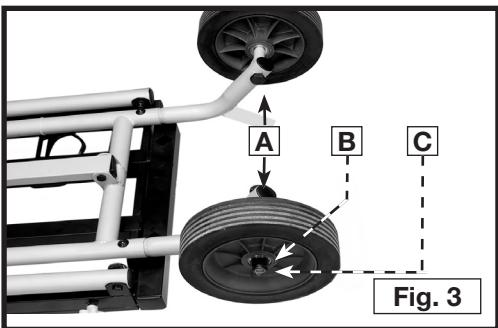

Fig. 3
1. Introduzca el eje (A), Fig. 3, desde el interior del conector de la rueda y el pie de almacenamiento.
3. Coloque la arandela (B) en el eje e instale la tuerca (C). Apriete la tuerca.